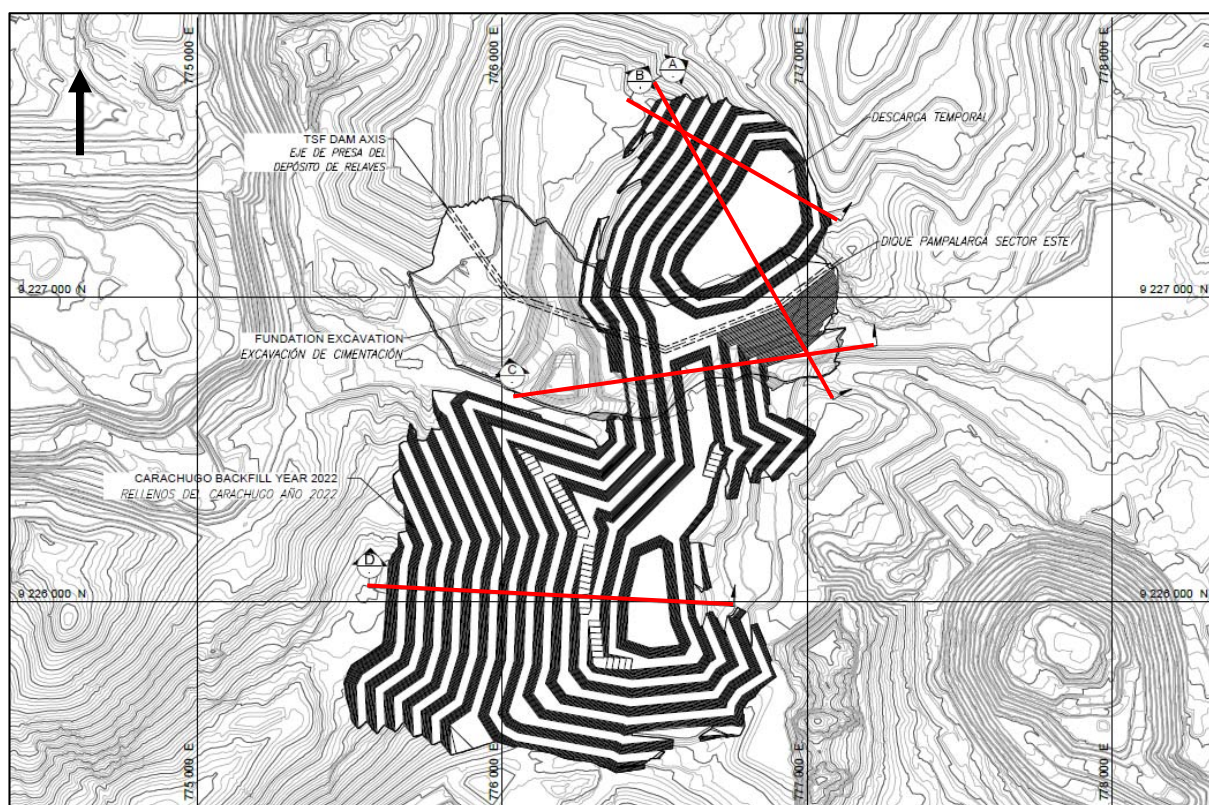

Figura 2: Ubicación de secciones de análisis en planta – Presa Pampa Larga Sector Este, Descarga Temporal y Depósito de Desmonte Carachugo Etapa 3, año 2022
El análisis de estabilidad fue desarrollado en cuatro (4) secciones de las estructuras Presa Pampa Larga Sector Este, Descarga Temporal y Depósito de Desmonte Carachugo. Las secciones fueron definidas en función de la altura de la Presa, Descarga Temporal, espesor del BHL Piloto y altura del Depósito de Desmonte Carachugo Etapa 3. La **Figura 2** muestra la ubicación en planta de las secciones.